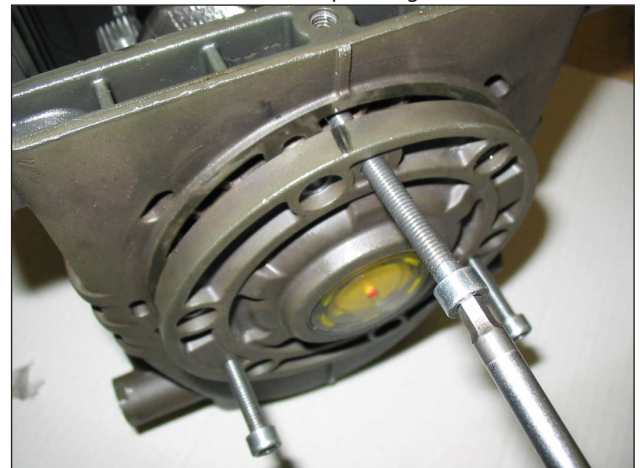

Fig. 3
- les couvercles latéraux en utilisant – pour l'extraction, 3 vis M6x50 entièrement filetées, et en les insérant dans les orifices filetés, comme l'indique la Fig. 3.